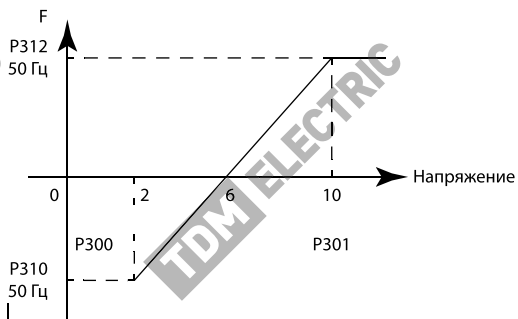

Рисунок 17. Диаграмма изменения направления вращения двигателя
**P311** Направление вращения, соответствующее наименьшему аналоговому сигналу. Задает направление вращения двигателя, т.е. вращение вперед или вращение назад (рис. 17).